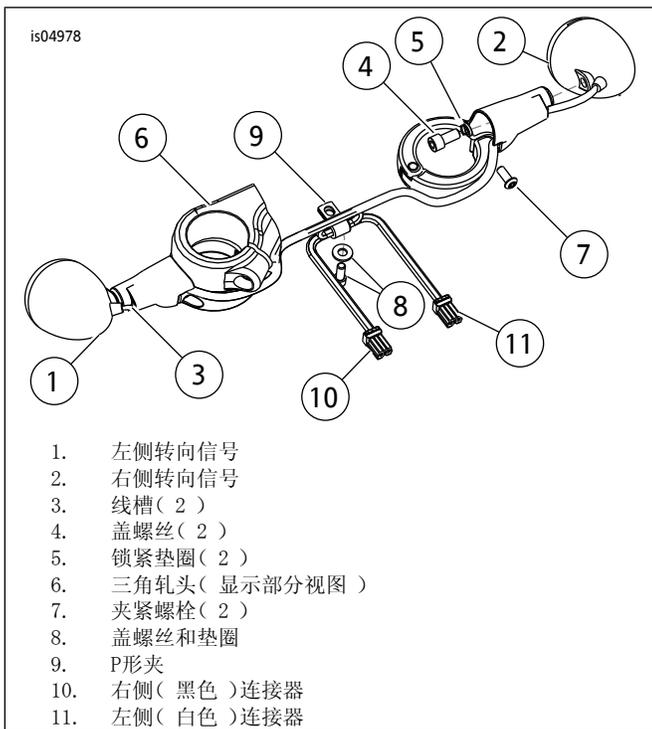

图6。安装支架和线束的安装
参见图6。安装支架上有LH(左侧)或RH(右侧)戳记。确保将支架安装到正确的一侧。
4. 所有车型：参见图6。小心地将导线从转向信号灯通过线槽（3）穿入灯柄。
14. 参见图6。按照相应维修手册中的说明将插座接线端从转向信号线束安装到正确的灯侧连接器半体。除非拆卸时另有记录，左侧（白色连接器）（11）：右侧（黑色连接器）（10）：